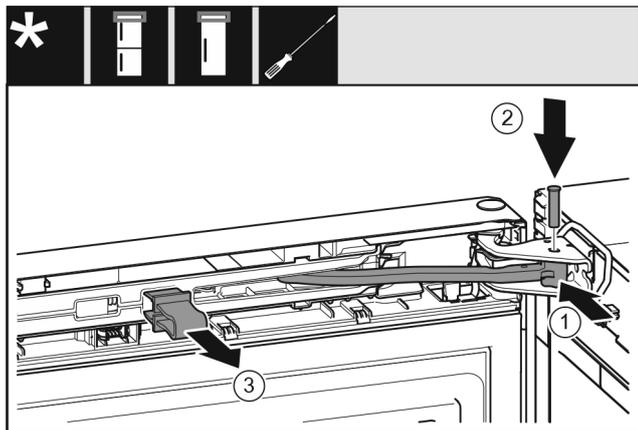

Fig. 50
- ▶ Gire la articulación en el soporte de cojinete. Fig. 50 (1)
- ▶ Introduzca el perno en el soporte de cojinete y la articulación. Preste atención a que el saliente de retención descansa correctamente en la ranura. Fig. 50 (2)
- ▶ Retire el seguro. Fig. 50 (3)